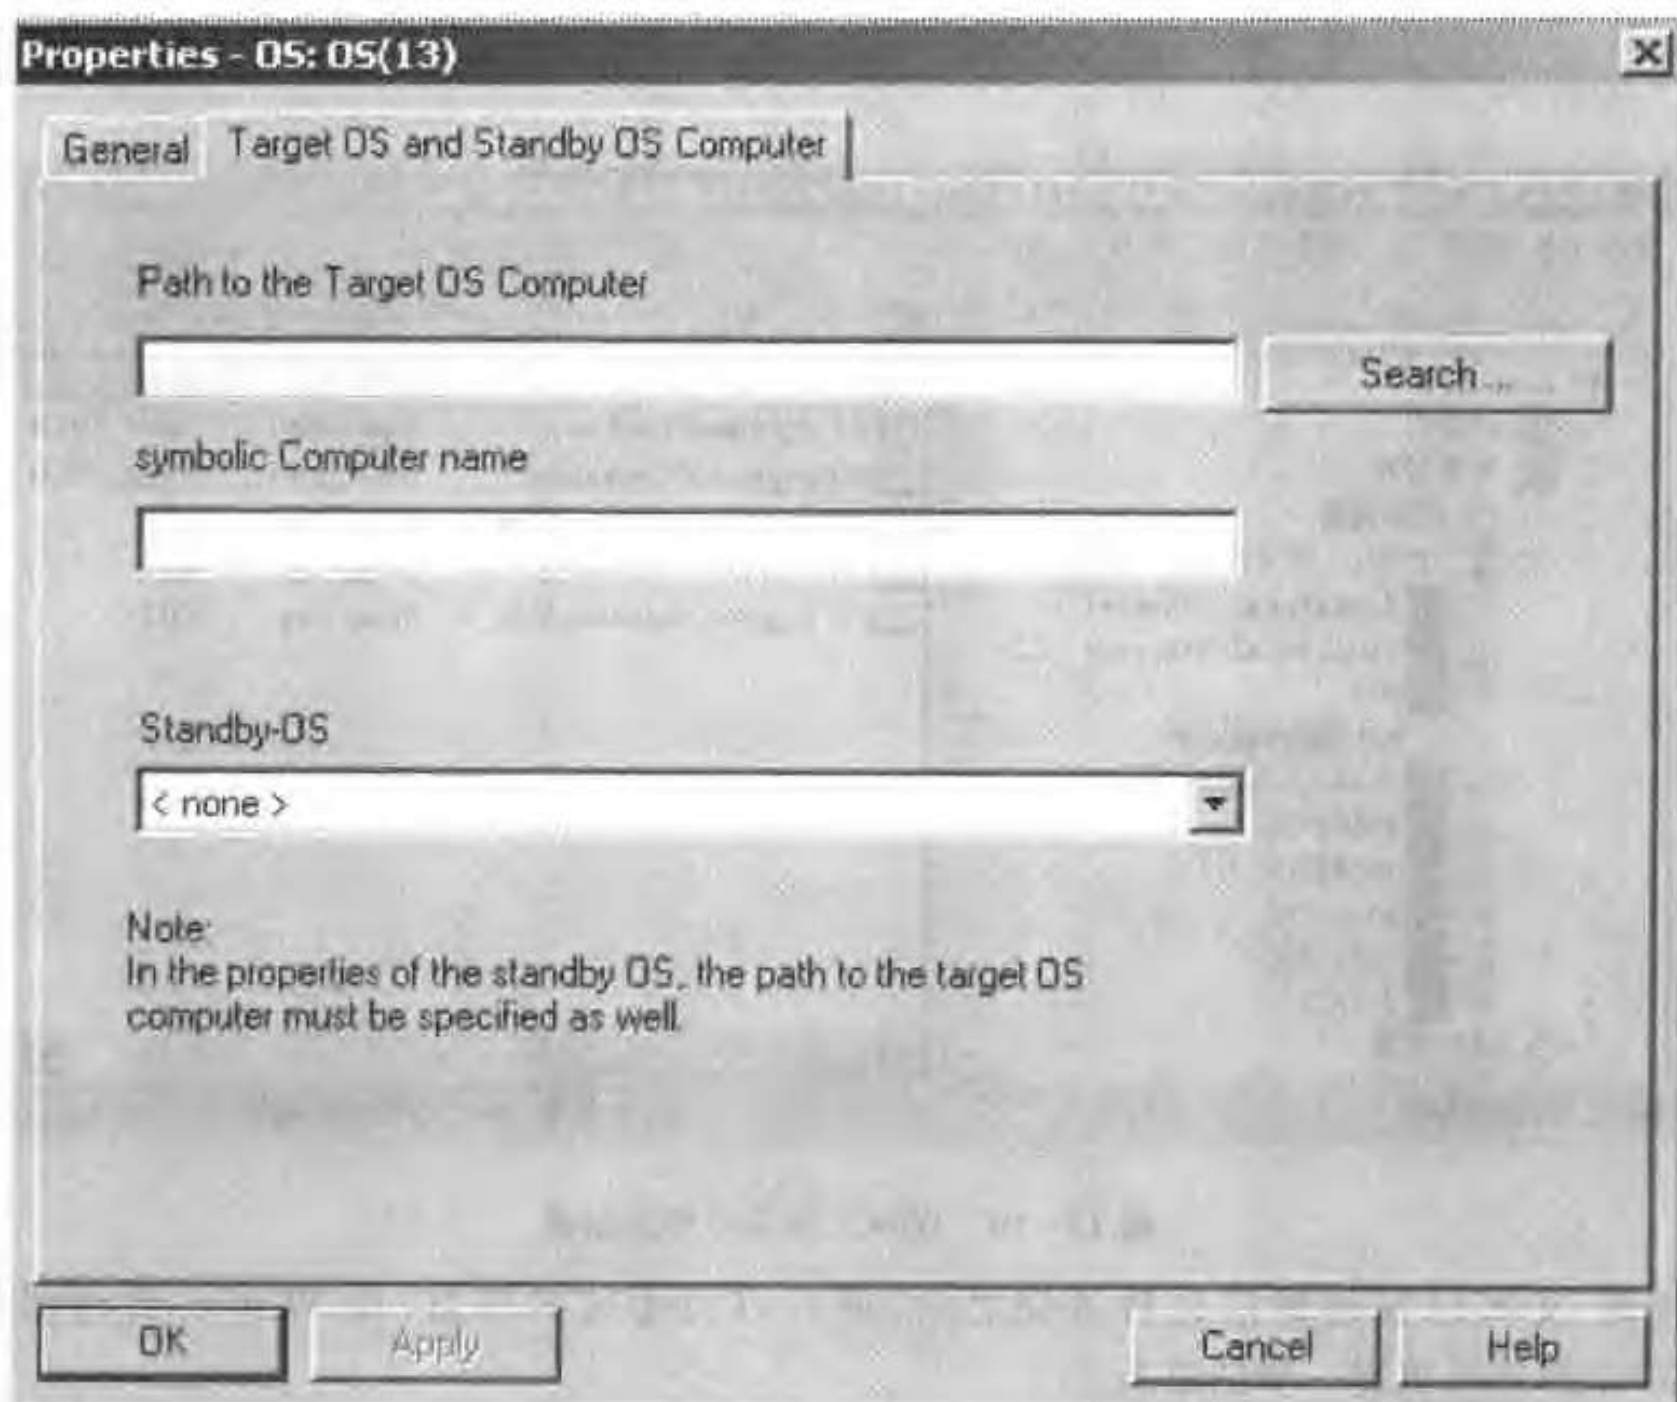

图 13-11 指定目标计算机的路径和名称
- 选择“目标 OS 和备用 OS”标签。可直接输入目标计算机的路径或单击“浏览”按钮,如图 13-11 所示。